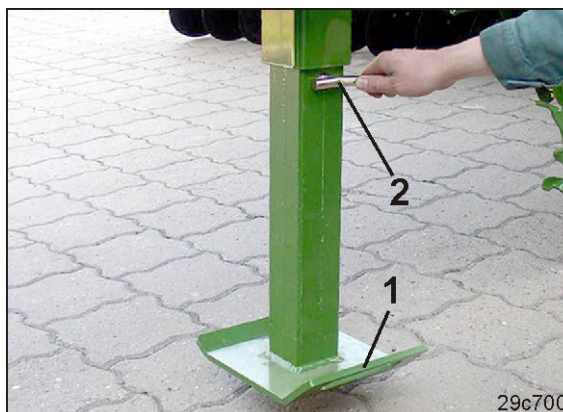

Рис. 152
6. Придерживая опору (Рис. 152/1), выньте крепёжный палец (Рис. 152/2).